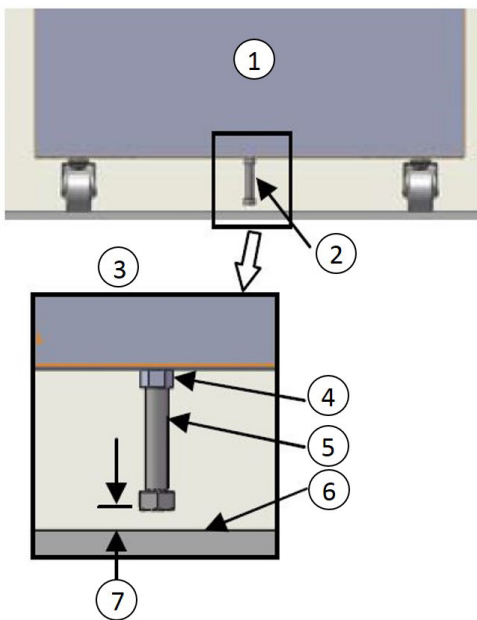

Figure 2. Emplacement du boulon
- e. Dévissez le boulon jusqu'à obtenir l'espace nécessaire entre le sol et la tête du boulon comme illustré à la « **Figure 2. Emplacement du boulon** ».